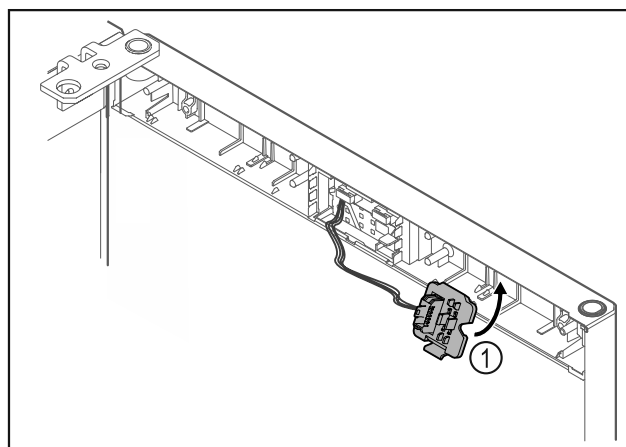

Fig. 24
- Zaistíte držiak zástrčky Fig. 24 (1) na opačnej strane.